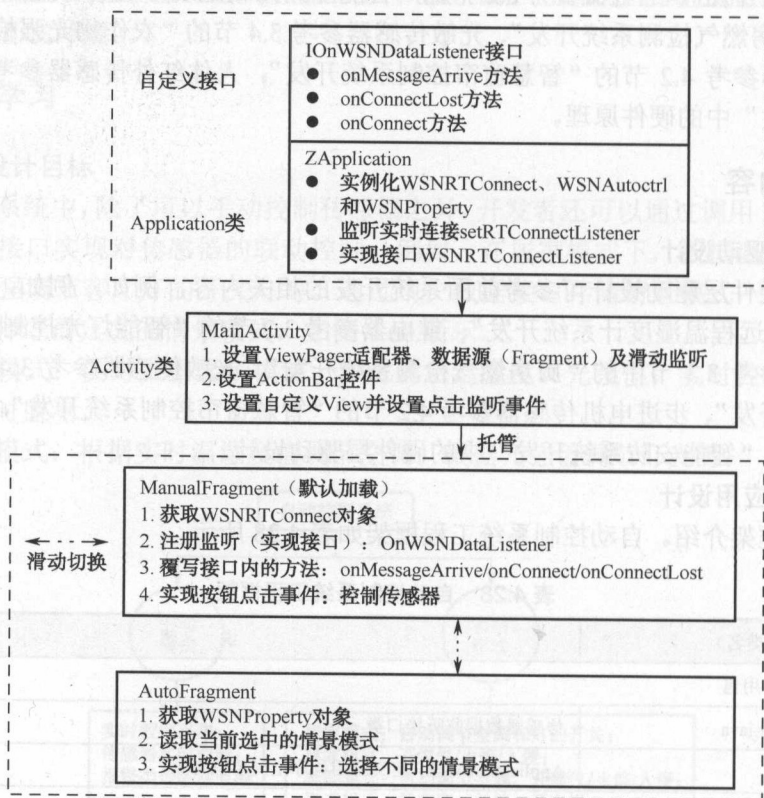

图 4.62 自动控制系统程序实现流程
(2) 程序业务流程分析。自动控制系统调用的是自动控制服务、实时数据服务和用户数据服务，程序的实现流程如图 4.62 所示。